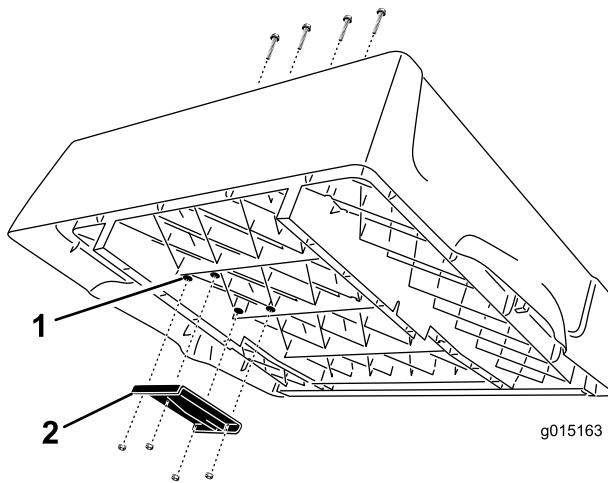

Figura 3
1. Localice los 4 salientes en el lado derecho de la cara inferior de la plataforma (Figura 3). Usando una broca de 3/8 pulgada (9,5 mm), perfore cuidadosamente a través de los salientes para abrir cuatro taladros pasantes en el suelo de la plataforma.
2. Monte el soporte de elevación superior en la cara inferior de la plataforma con 4 tornillos Phillips de cabeza redonda, (3/8 x 2-1/2 pulgadas) y contratuerca con arandela prensada ('Whizlock') (3/8 pulgada). Coloque el soporte según se muestra en Figura 3.